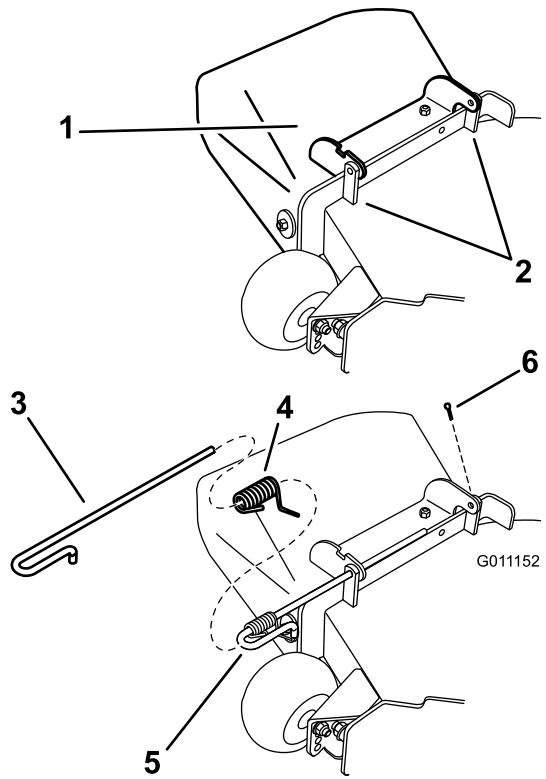

Figura 70
- Togliete la coppiglia dall'asta (Figura 70).
- Sganciate la molla dalla tacca presente sulla staffa del deflettore e fate scorrere l'asta per estrarla dalle staffe saldate del piatto di taglio, dalla molla e dal deflettore di scarico (Figura 70). Togliete il deflettore di scarico se è danneggiato o consumato.
- 3. Posizionate il nuovo gruppo deflettore di scarico con le estremità delle staffe collocate tra le staffe saldate al piatto come illustrato nella Figura 70.